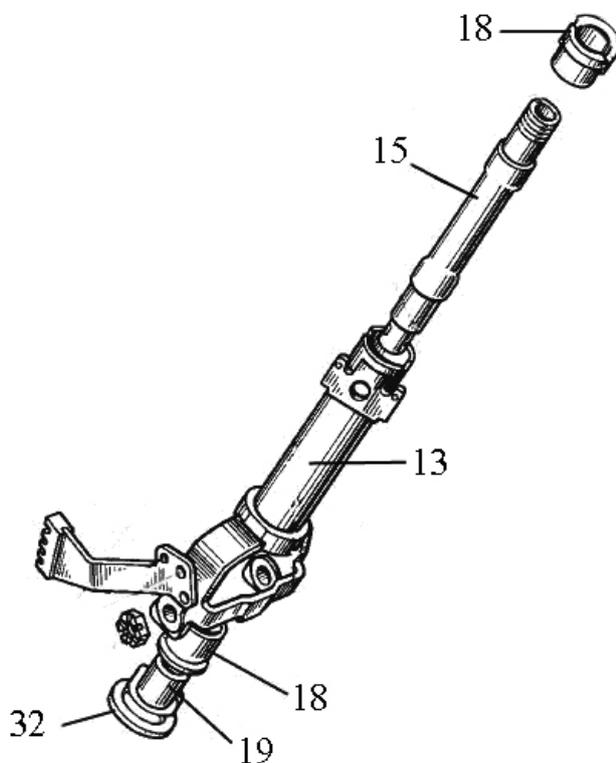

Рисунок 6.13
8) установите амортизаторы (18), (рисунок 6.13), до упора буртов амортизаторов, в верхний и нижний торцы трубы (13);